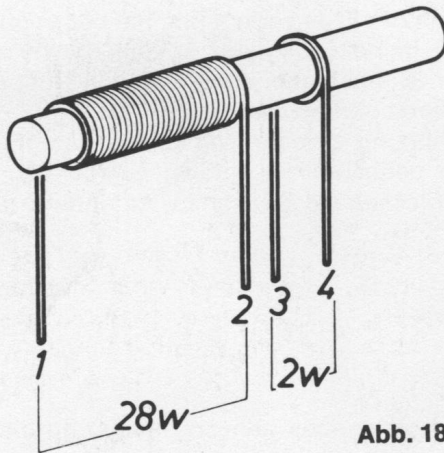

Abb. 183
Mit dem vorstehenden Gerät empfängst du Rundfunksender, die auf der Mittelwelle (MW) senden, d. h. mit Frequenzen zwischen 510 und 1605 kHz. Es gibt aber eine Reihe interessanter Sender im Bereich zwischen 1700 und 5100 kHz. Um sie empfangen zu können, brauchst du eine weitere Spule. Nimm deshalb die Mittelwellen-Antennenspule vom Ferritstab. Lege dann aus isoliertem Draht 28 Windungen ganz dicht um den Stab. Neben diese KW-Spule legst du eine weitere aus zwei Windungen. Die Zahlen der Anschlüsse in Abb. 183 entsprechen den Zahlen der MW-Spule auf dem Verdrahtungsplan 5.02. Klemme die Drähte der neuen Spule an dieselben Anschlüsse, an die ursprünglich die Drähte der MW-Spule angeschlossen waren. Wenn du ein Pfeifen hörst, wechsle die Drähte 3 und 4 aus. Wohnst du nicht direkt an der Küste, ist eine Außenantenne unbedingt erforderlich. Vergiß nicht, die Spule um den Ferritstab zu wickeln. Ist alles fertig, suche mit dem großen Skalenknopf sehr langsam und vorsichtig einen Sender. Mit einer guten Antenne kannst du mehrere Stationen mit diesem Gerät abhören.